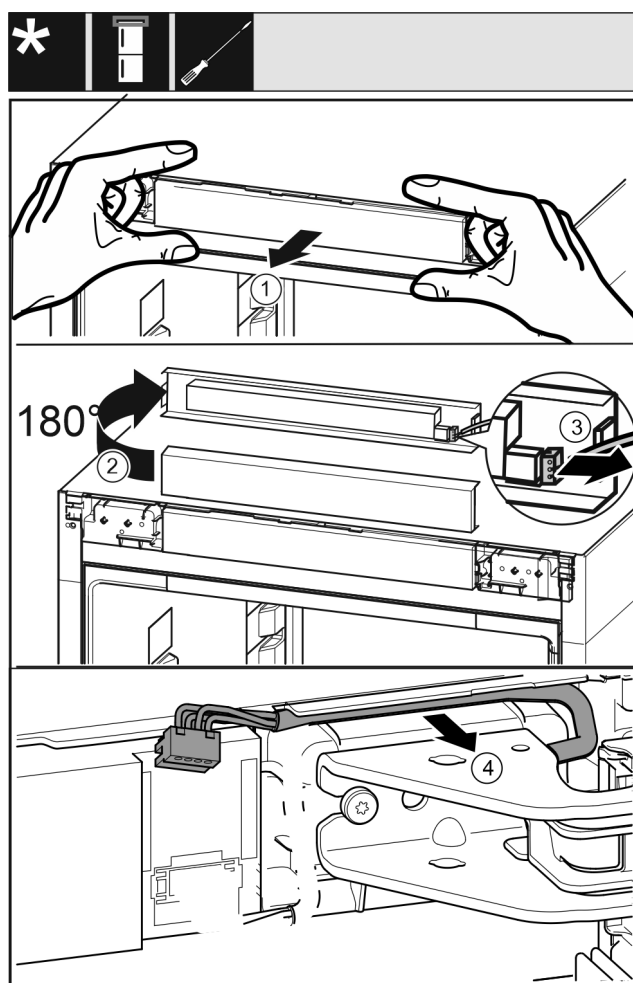

Fig. 19
- ▶ Løsne betjeningsdekslet til apparatet forsiktig fremover. Fig. 19 (1)
- ▶ Vri betjeningsdekslet oppover 180°. Fig. 19 (2)
- ▶ Trykk låsetappen bakover, og trykk pluggen forsiktig ut. Fig. 19 (3)
- ▶ Løsne kabelen over lagerbukken forsiktig ut av føringen. Fig. 19 (4)